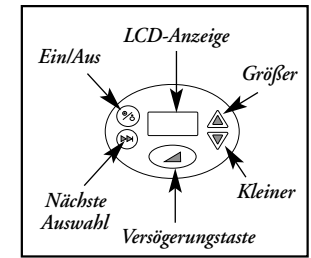

Abbildung 5
1. Tastatur/LCD-Anzeige (siehe **Abbildung 5** für eine Definition der Symbole)
- Die Definitionen der LCD-Symbole können Sie **Abbildung 5** entnehmen.